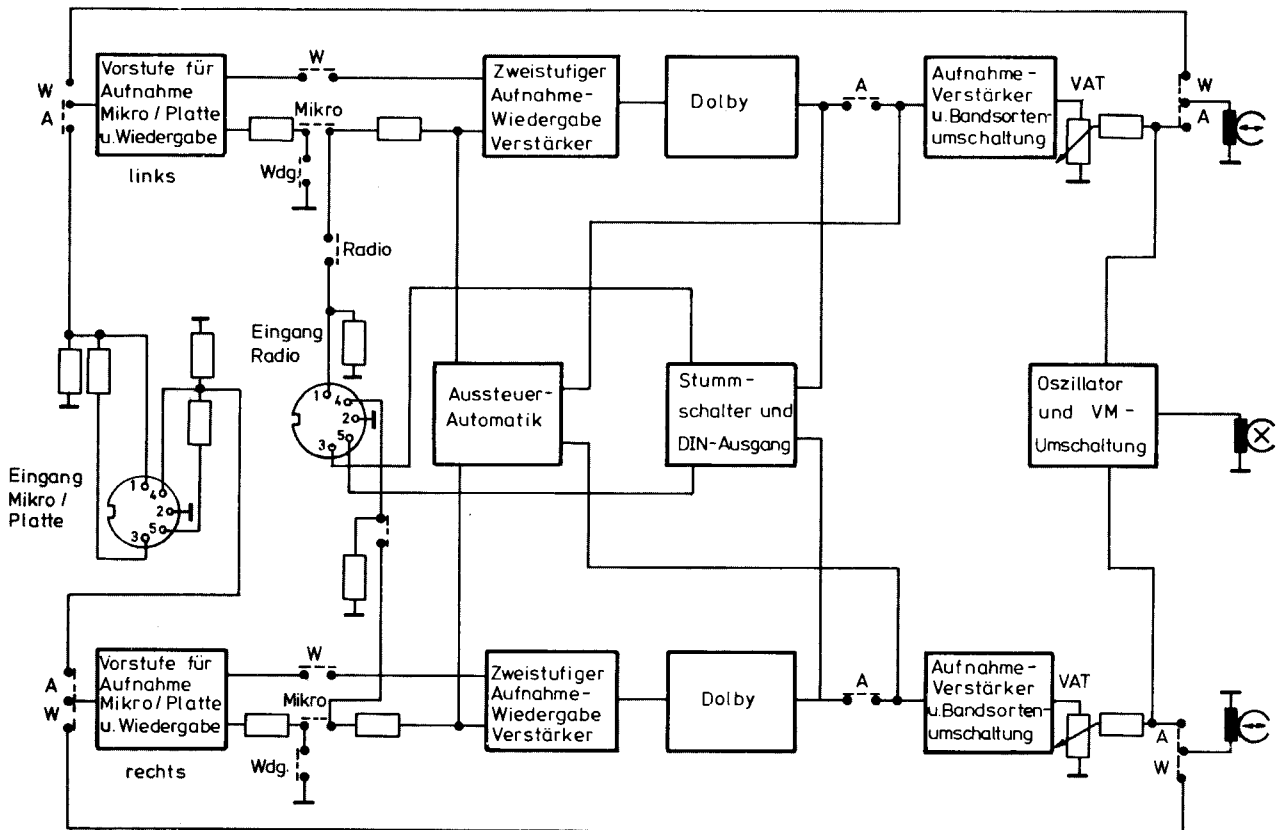

Bild 2 Blockschatplan CN 510 HiFi
**Schaltungsbeschreibung des Verstärkerteils** (das Blockschaltbild zeigt **Bild 2**, das Gesamtschaltbild befindet sich auf den Seiten 8/9).